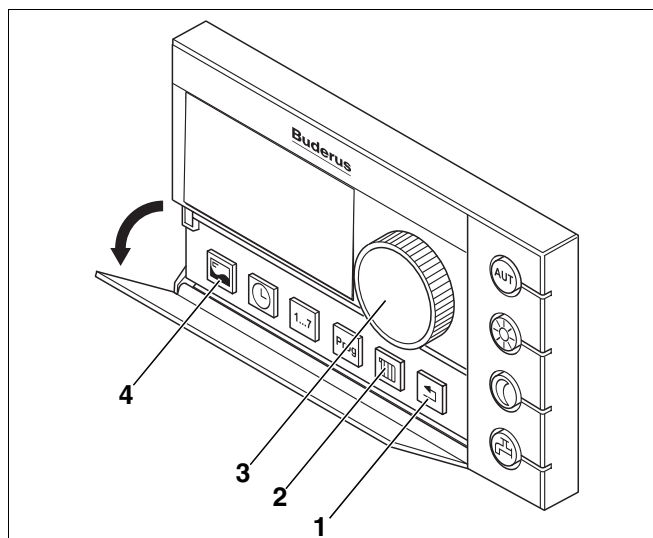

Рис. 15 Пульт управления RC30
Далее приведено описание выпуска воздуха из трубопровода дизельного топлива с помощью пульта управления RC30 (рис. 15).
- На пульте управления RC30 вызвать сервисный уровень, для этого одновременно нажать кнопки "Индикация", "Отопительный контур" и "Назад" (рис. 15, поз. 4, 2, 1, стр. 17). На дисплее появится "СЕРВИС МЕНЮ ЯЗЫК".
- Ручкой управления (рис. 15, поз. 3, стр. 17) выбрать "СЕРВИС МЕНЮ ТЕСТ РЕЛЕ".
- Нажать кнопку "Индикация" (рис. 15, поз. 4, стр. 17) и, поворачивая ручку управления, установить пункт меню "ТЕСТ РЕЛЕ EMS".
- Несколько раз нажать кнопку "Назад" (рис. 15, поз. 1, стр. 17) до появления показания комнатной температуры.